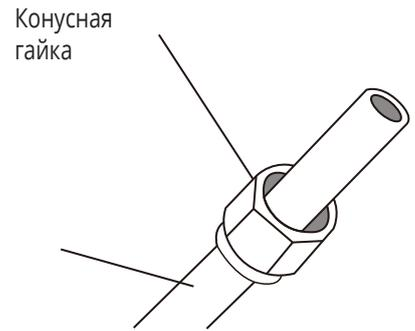

Рис. 5.3
- Установите конусные гайки на оба конца трубки. Убедитесь в правильной ориентации гаек, поскольку после развальцовки вы не сможете установить или перевернуть их. См. рис. 5.3.